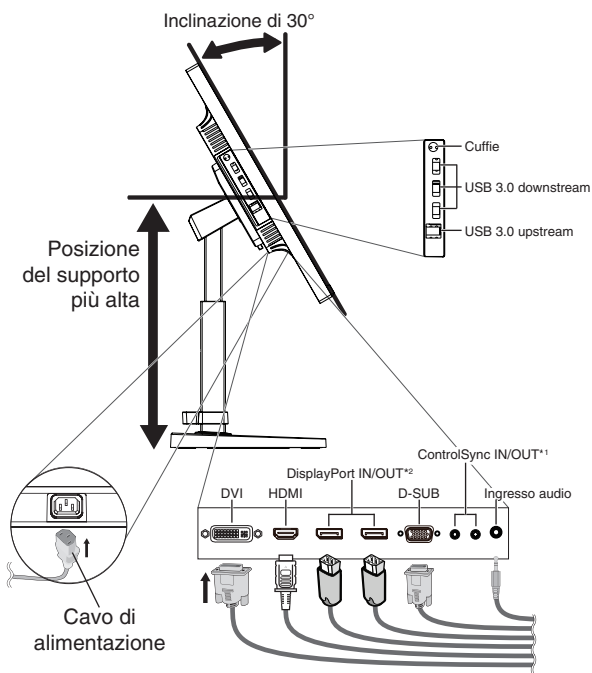
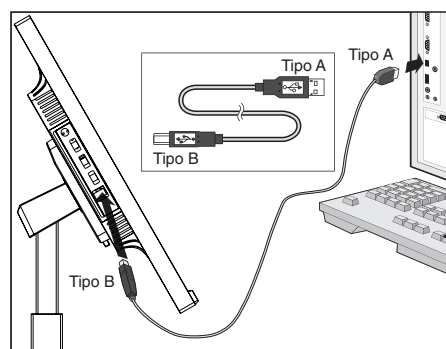

Figura C.1
Figura C.1a
4. Collegare tutti i cavi ai connettori appropriati (**Figura C.1**). Utilizzando il cavo USB, collegare il connettore tipo B alla porta a monte USB sul lato destro posteriore del monitor e il connettore tipo A alla porta a valle sul computer (**Figura C.1a**). Se si utilizza un cavo in uscita dal dispositivo USB, collegarlo alla porta downstream del monitor.